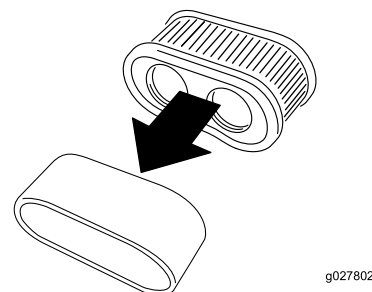

Bild 44
5. Nehmen Sie den Schaumeinsatz vorsichtig vom Papiereinsatz ab (Bild 44).